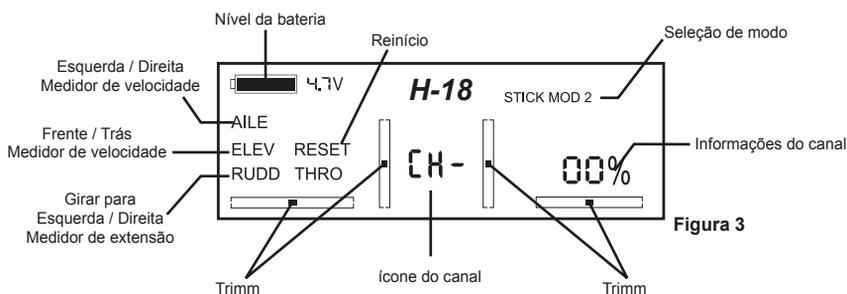

Figura 3
Existem 4 modos de voo disponíveis: Stick Mod 1 (figura 3), Stick Mod 2 (figura 4), Stick Mod 3 (figura 5) e Stick Mod 4 (figura 6).
**STICK MOD:1** Figura 3